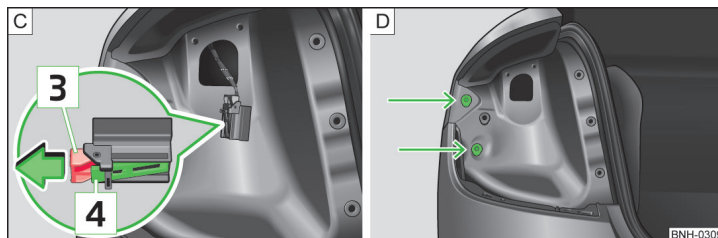

Fig. 157 Conector de luces / montar la lámpara
- Tirar del enclavamiento **3** » fig. 157 - C en el conector en el sentido de la flecha.
- Presionar el enclavamiento **4** » fig. 157 y retirar el conector.
- Introducir la lámpara en los alojamientos en la carrocería » fig. 157 - D.